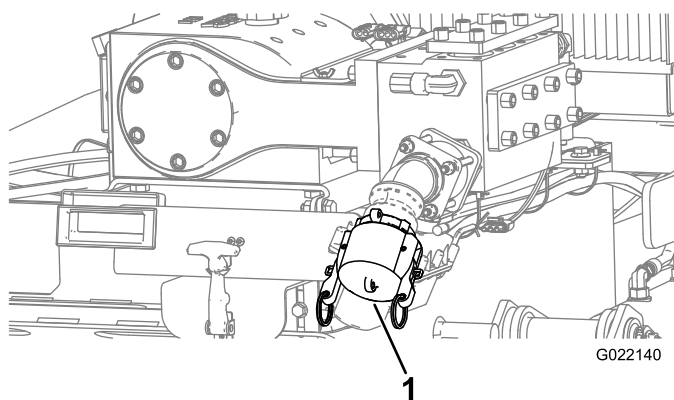

Рисунок 114
- C. Убедитесь, что крышка установлена на впускном отверстии насоса бурового раствора (Рисунок 114).